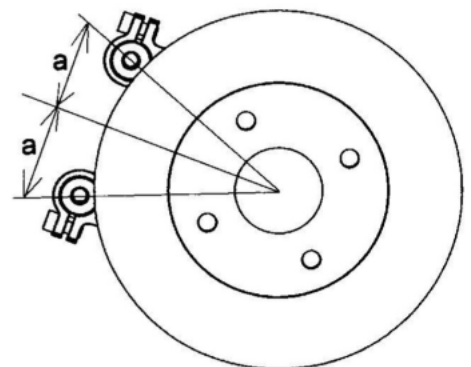

Рисунок 15
2. После позиционирования направляющей прямо по центру переходника, затяните болты M10 крепежного адаптера (см.рис.15).
4. После позиционирования направляющей прямо по центру переходника, затяните болты M10 крепежного адаптера (см.рис.15).